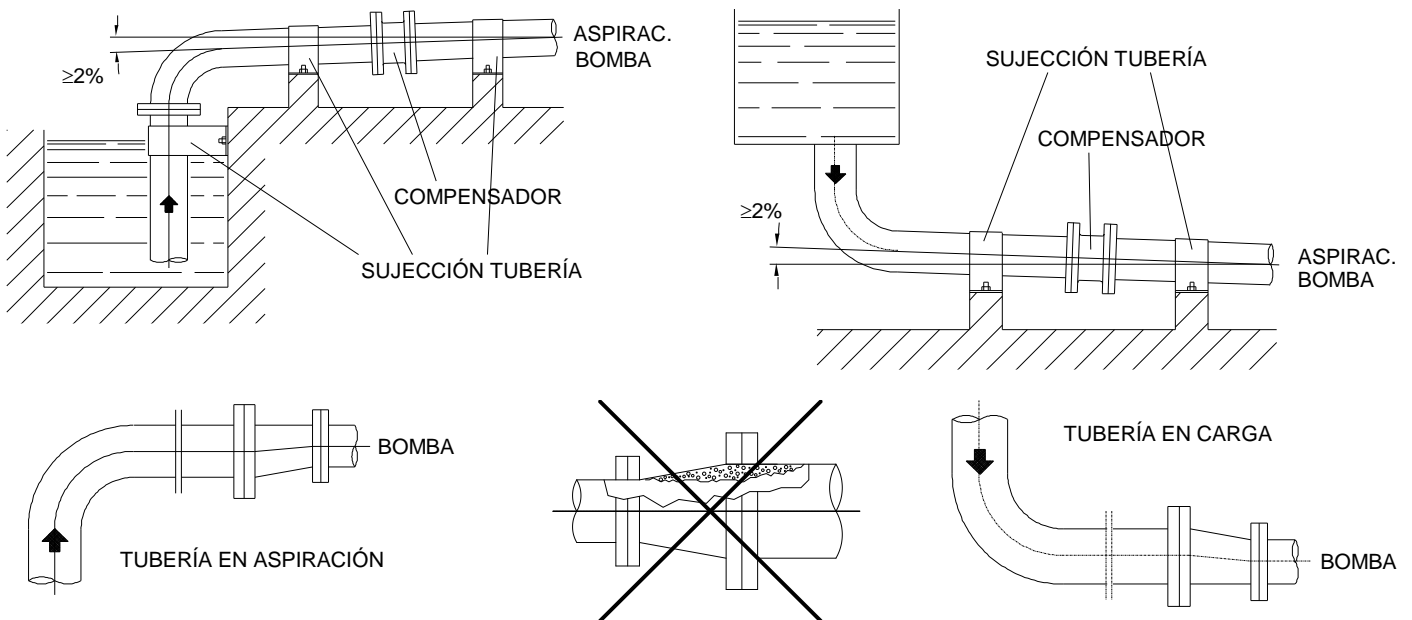

Fig. 5
Después de individualizar correctamente las posiciones y las dimensiones de todas las conexiones necesarias de la bomba con la planta de destino, deberemos realizar las oportunas conexiones de las tuberías de la bomba y de la instalación: unir las bridas de aspiración (ver la fig.5) y de impulsión de la bomba y todas las otras conexiones de servicio.
7.2.1 – Tubería de aspiración (ver la fig. 5 y 6)